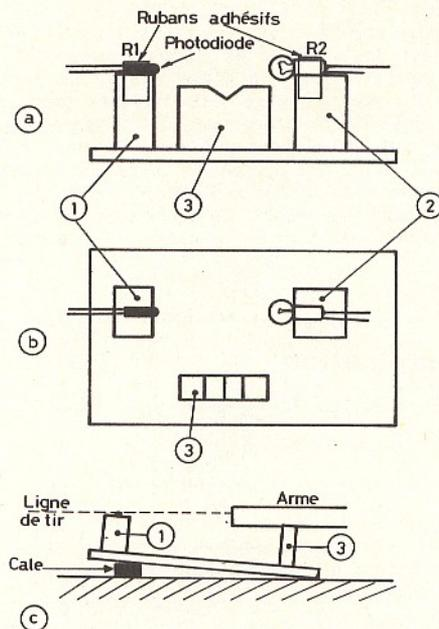

Fig. 15. — Disposition de la photodiode, de l'ampoule et du bloc de bois supportant le canon de l'arme.
En D, comme on l'a vu plus haut, le projectile intercepte un faisceau lumineux. Pour qu'il agisse efficacement, il faut prendre certaines précautions. La meilleure solution est celle qu'indique la figure 15 (en (a) vu par le côté du tireur, en (b) vu de dessus). La photodiode P est fixée par un ruban adhésif R₁ sur un premier bloc de bois (dimensions, par exemple, 20 x 30 mm, hauteur 40 mm), le bloc (1). L'ampoule L (du type 3,5 V 0,2 A classique de lampe de poche), avec des fils d'alimentation soudés sur son culot, est fixée sur un second bloc de bois (2), à peu près de la même taille que le premier, laissant entre l'ampoule et le bout de la photodiode un espace de l'ordre de 50 mm.
On s'arrange à incliner plus ou moins dans le sens adéquat la planche support de l'ensemble (fig. 15 c), pour que la ligne de tir passe exactement entré l'ampoule et la photodiode. Comme le canon de l'arme, appuyé sur l'entaille en V de la pièce (3) dépasse un peu cette entaille, l'inclinaison de ce canon par rapport à la planche permet de régler la position de la ligne de tir avec une grande précision.
On vérifie alors que, en éclairant la photodiode par une bonne lampe de poche à environ 15 cm et bien dans l'axe de la photodiode, on fait remonter à + 5 V environ le potentiel du collecteur de T_1 par rapport à la masse. On peut alors disposer la photodiode et l'ampoule comme il est indiqué sur la figure 15. L'alimentation de l'ampoule sur pile est une quasi-nécessité, pour éviter une modulation importante de la lumière à 100 Hz dans le cas d'une alimentation de l'ampoule en basse tension alternative (les filaments de ces petites ampoules ont très peu d'inertie thermique).